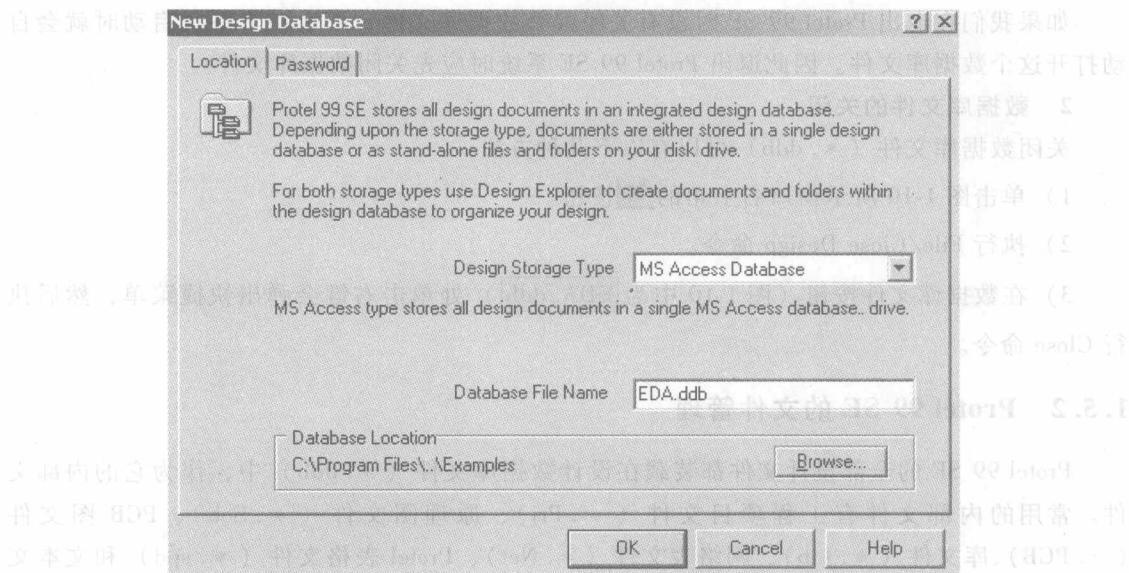
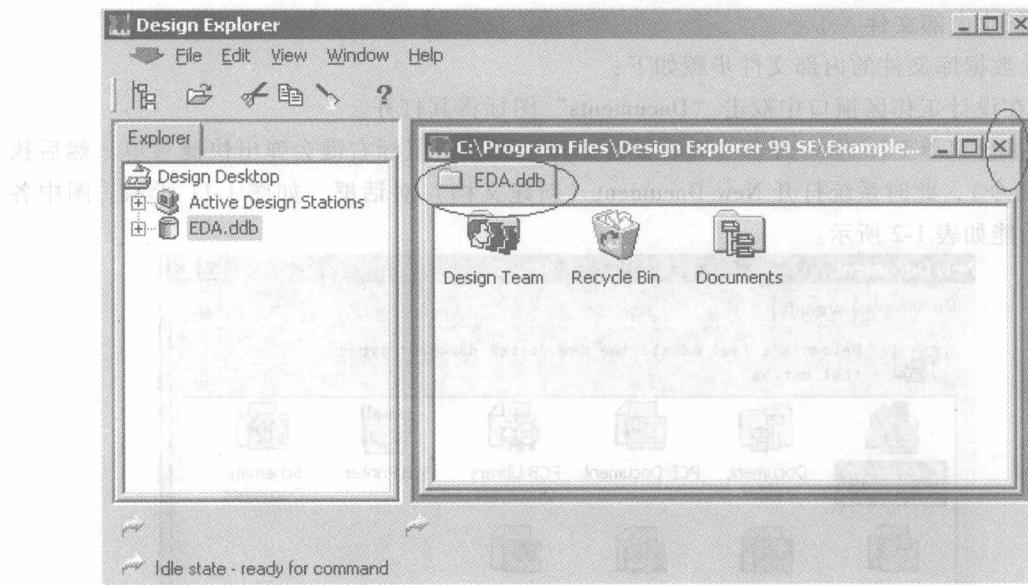

图 1-9 新建设计数据库对话框
图 1-10 Protel 99 SE 的设计环境
1) 执行 File/New 命令，系统弹出如图 1-9 所示的新建设计数据库对话框，主要有以下两项内容：
2) 输入文件名 (图 1-9 中将文件命名为 EDA.ddb)，单击 **OK** 按钮即可建立数据库文件，并进入设计环境，如图 1-10 所示。
- 1) 单击图 1-10 所示窗口右上角的 **X** 按钮。
- 3) 在数据库文件按钮 (图 1-10 中为 **EDA.ddb**) 处单击右键会弹出快捷菜单，然后执行 Close 命令。
新建或打开数据库文件 (*.ddb) 时，如果没有进入具体的设计操作界面，则 Protel 99 SE 系统仅显示 File、Edit、View、Window 和 Help 五个与文件管理、编辑操作和设置视图等有关的菜单，如图 1-10 所示。此时我们就可以在“Documents”文件夹中建立内部文件（当然也可以在它的外面建立），并进行文件管理。